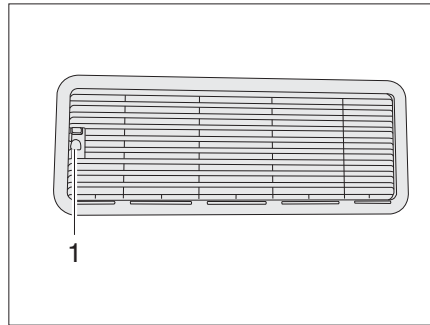
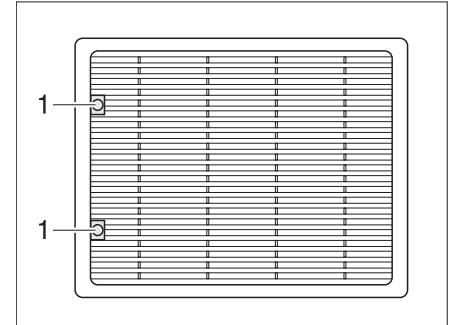

Fig. 109 Grille d'aération du réfrigérateur (Dometic petit)
Fig. 110 Grille d'aération du réfrigérateur (Dometic grand)
- Appuyer sur le verrouillage (Figure 109,1 ou Figure 110,1).